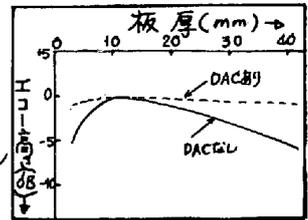

図4. 距離振幅特性曲線
(3) 探触子(5×6×25ND)の距離振幅特性は図4の曲線が示すように、DAC(距離振幅補償)なしでも、遠距離まですぐれている。探傷速度60m/分の動的テストでは、探傷面から15mmの位置にある人工欠陥(平底横溝で巾2.5mm)を十分に検出する。*有効ビーム巾は22mm。